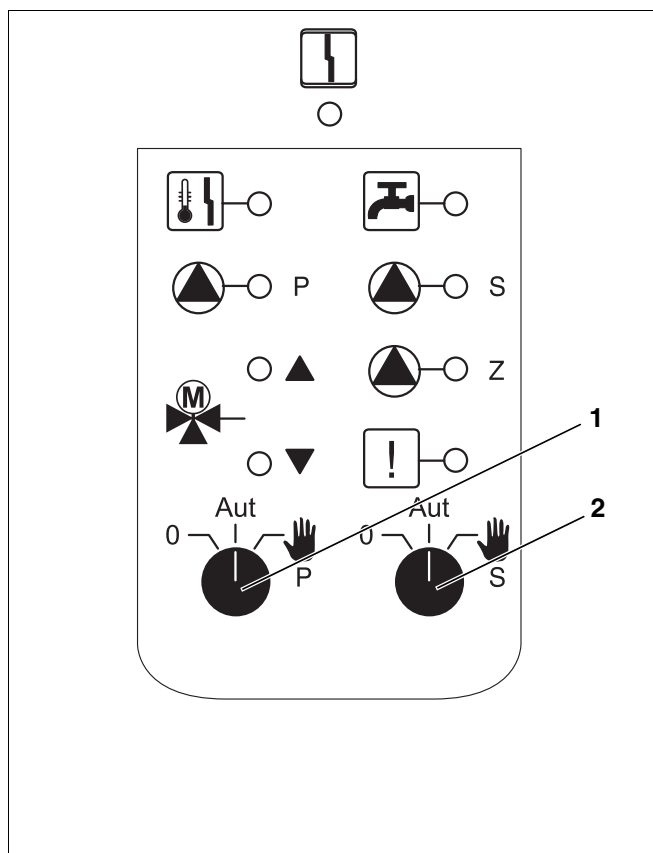

Рис. 5 Модуль FM 445
- Для первичного контура (рис. 5, **поз.1**) перевести переключатель
- Для вторичного контура (рис. 5, **поз.2**) перевести переключатель